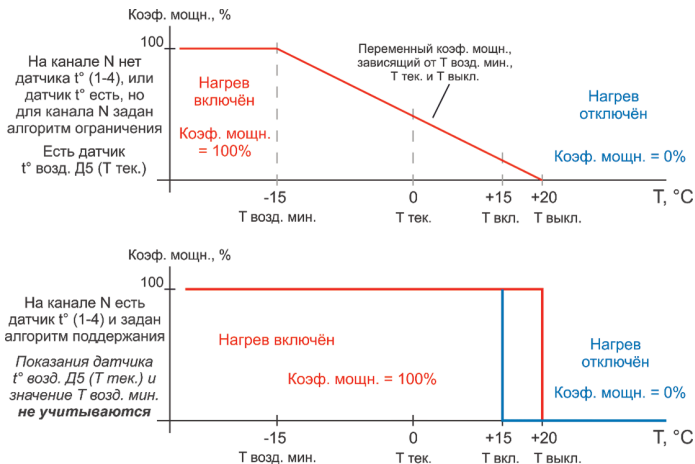

Рисунок 12. Алгоритм работы нагрева на произвольном канале N (от 1 до 4) в зависимости от наличия на этом канале датчика t° поверхности
Р – время от цикла реле (периода нагрева), в течение которого будет включён нагрев. То есть нагрев при указанных на верхнем графике рис. 12 параметрах будет осуществляться в течение $50 \times 57,14\% = 30,86$ минут. Оставшиеся $(50 - 30,86) = 19,14$ минут нагрев осуществляться не будет.
Если на произвольном канале N (1-4) установлен свой датчик t° и **выбран режим поддержания**, тогда показания датчика Д5 для этого канала игнорируются и этот канал работает в режиме «Труба» согласно нижнему графику на рис. 12.
- справа в каждой строчке отображается вычисленный коэффициент мощности в соответствии с графиком на рис. 12